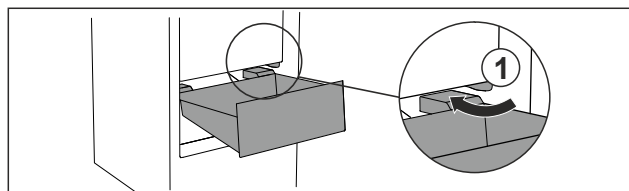

Fig. 136
- ▶ Schubfach schräg um die Stopper Fig. 136 (1) herumführen.